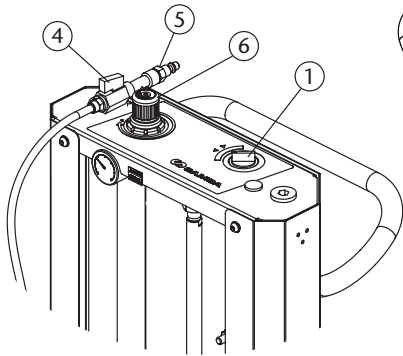

Fig. 8
1. Seleccione la posición "down" en el mando del elevador (pos. 1). El plato comprimirá la grasa cebando la bomba (fig. 8).
2. Arranque la bomba con la válvula de la misma, (pos. 4), y regule la velocidad de la bomba con el filtro regulador. Recuerde que esta está alimentada a la presión de la línea de aire comprimido y no a la del elevador.
Cuando observe que la bomba no es capaz de suministrar grasa y el plato aparenta estar en el fondo del bidón, cierre la válvula de alimentación de la bomba (pos. 4) (fig. 8). Recuerde que cerrando únicamente la válvula de alimentación de la bomba el elevador sigue estando alimentado.